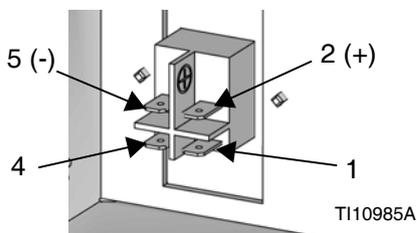
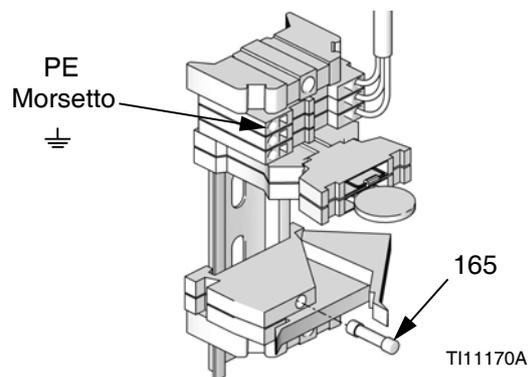

FIG. 37
FIG. 38
2. Montare il modulo da 24 V cc (154) sulla staffa di montaggio (151).
3. Montare l'interruttore di alimentazione (159) sulla staffa di montaggio (151).
4. Collegare i raccordi a scollegamento rapido sul cavo dal modulo da 24 V cc (154) ai morsetti dell'interruttore di alimentazione (157).
5. Installare il cavo di uscita dell'alimentatore sul cavo CAN (163).
6. Collegare un alimentatore da 24 V Classe 2 ai morsetti dell'interruttore di alimentazione: +24 V cc al morsetto 2 (+) e 24 V cc ritorna al morsetto 5 (-). Vedere la FIG. 37. Collegare un conduttore di protezione per la messa a terra (PE) al morsetto contrassegnato con  $\perp$ . Vedere la FIG. 38. L'alimentatore a 24 V cc deve essere in grado di fornire almeno 1,0 A e avere una protezione di corrente dell'alimentazione al massimo di 2,5 A.
7. Installare la piastra di copertura (160), le viti (156) e le rondelle (164).